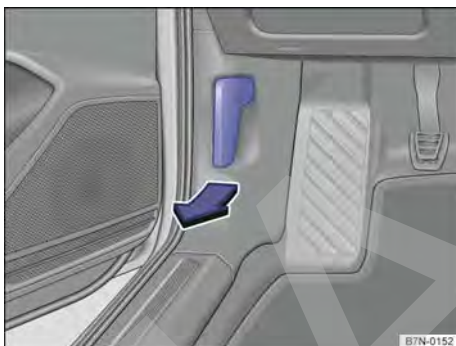

Fig. 232 En la zona reposapiés del lado del conductor: palanca de desbloqueo del capó del motor.
- Abra la puerta del conductor y tire de la palanca de desbloqueo en el sentido de la flecha → fig. 232. El capó del motor se desengancha del bloqueo de la chapa portacierre por la fuerza de un muelle → ▲.